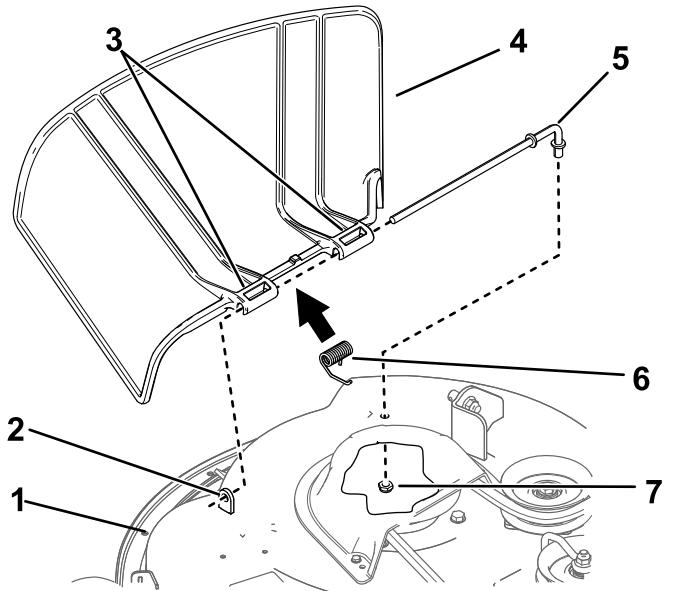

Figura 69
- Retire la tuerca ($\frac{3}{8}$ ") de la varilla (debajo del cortacésped) (Figura 69).
- Retire la varilla del espaciador corto, del muelle y del deflector de hierba (Figura 69).
- Instale el deflector de hierba nuevo (Figura 69).
- Deslice la varilla por el segundo pivote del deflector de hierba (Figura 69).
- Sujete el extremo trasero de la varilla al cortacésped con una tuerca ($\frac{3}{8}$ "), según se muestra en Figura 69.